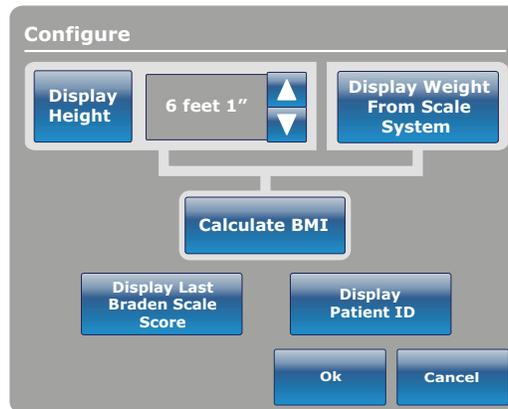

Figure 22 – Configuration des informations patient confidentielles
1. Toucher l'option dans l'écran **Configure** que vous souhaitez afficher (Figure 22).
- Pour augmenter la taille du patient de 1 incrément (po ou cm), toucher la flèche vers le haut (Figure 22).